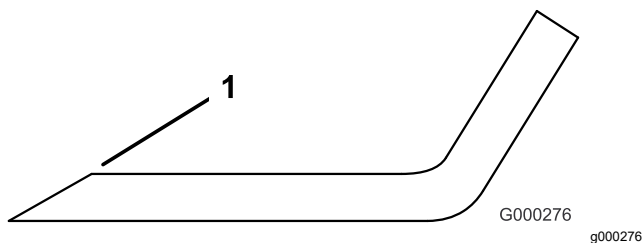

Figure 132
3. Examinez les tranchants de toutes les lames et aiguiser-les s'ils sont émoussés ou ébréchés (Figure 132).
Remarque: N'aigüisez que le haut du tranchant et conservez l'angle de coupe d'origine pour obtenir une coupe nette (Figure 132). Limez la même quantité de métal sur chacun des deux tranchants pour ne pas déséquilibrer la lame.